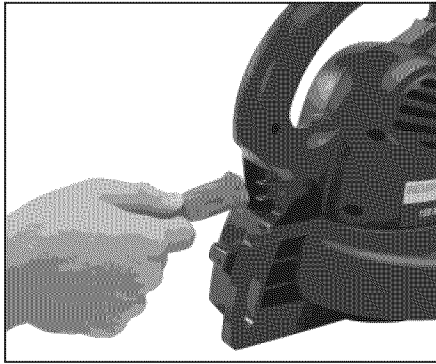

Figura 3 - Enchufando el cordón de extensión en el enchufe
1. Enchufe el cordón de extensión en el enchufe de alimentación de la herramienta (vea la Figura 3, en la página 19).